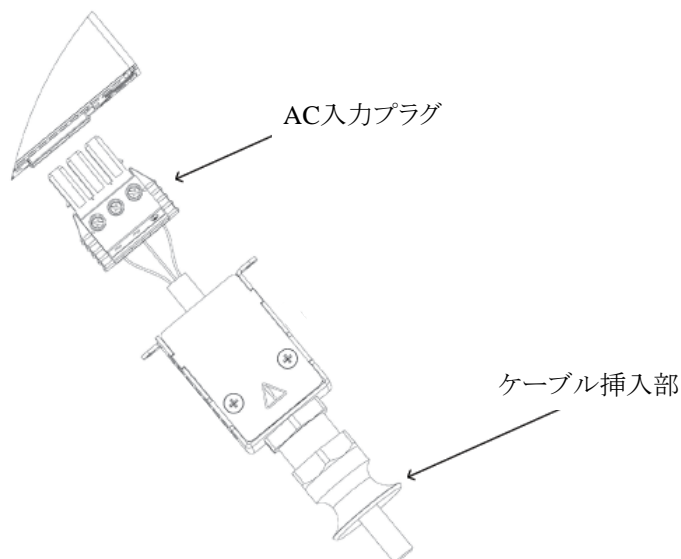

図4-7 AC入力プラグ接続用AC線のACプラグへの取り付け方法 (GH1.5kW)
4. 図4-7に示すようにAC入力プラグ接続用AC線をAC入力プラグに挿入します。